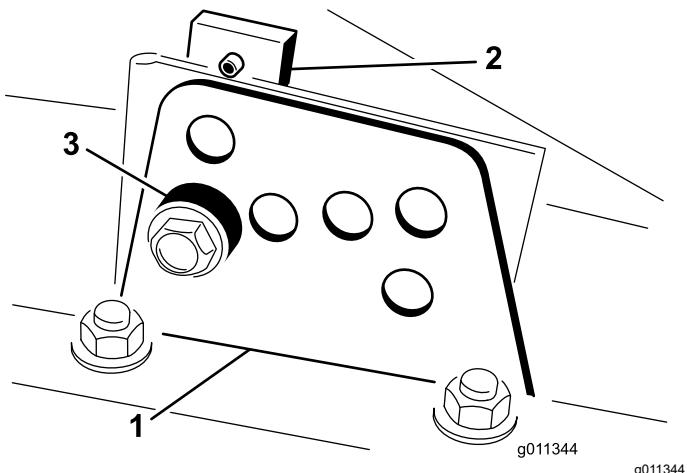

図 22
- 図22のように、各刈り高ブラケットを刈り高プレート前と右と左に固定しているボルトをゆるめる。
4. チェンバを支えておきながらスペーサを取り外す図22。